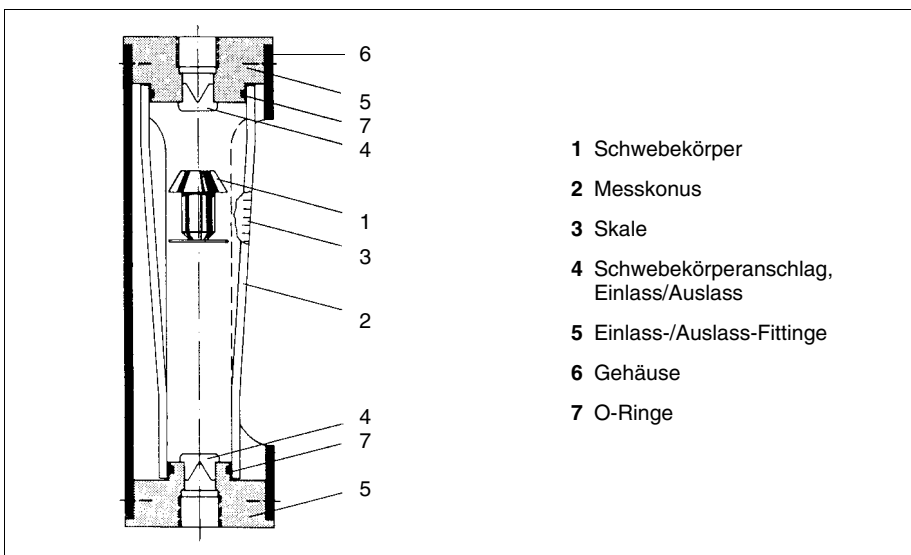

Bild 1-1: Grundaufbau Glaskonus-Durchflussmesser
In seiner einfachsten Ausführung besteht ein Schwebekörper-Durchflussmesser aus den Messelementen (siehe Bild 1-1). Schwebekörper (1), Messkonus (2), Durchflussskale (3), die mit Fittings (5) bzw. Flanschen oder Verschraubungen in der Rohrleitung befestigt und mit Dichtungselementen, O-Ringen (7), abgedichtet werden.